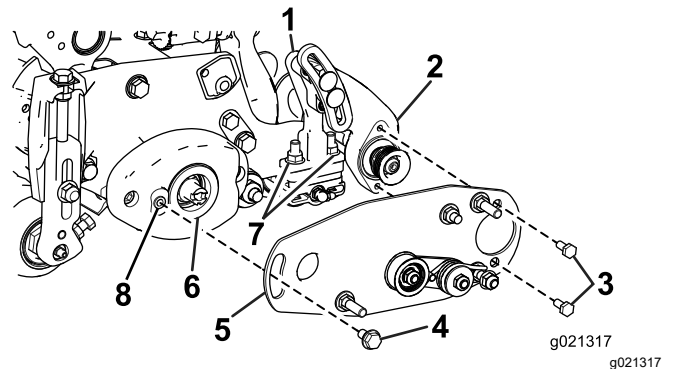

Figura 9
- Utilice una terraja de 5/16–18 para retirar la pintura de las roscas antes de instalar el perno de cuello largo (Figura 9).
- Aplice una película de grasa al interior del anillo de goma del alojamiento del cojinete (Figura 9).
soporte de montaje del cepillo de rodillo (Figura 9).
5. Asegúrese de que la placa de pivote del cepillo de rodillo está configurada de modo que el conjunto de polea tensada esté instalada en la parte inferior, según se muestra en la Figura 9.
6. Alinee la placa de pivote del cepillo de rodillo con el alojamiento del cojinete del cepillo de rodillo (Figura 9).
7. Aplique Loctite 242 (azul) en los 2 pernos (5/16" x 5/8") y utilícelos para montar la placa del cepillo en el alojamiento del cojinete del cepillo de rodillo (Figura 9). Apriete los pernos a 20–25 N·m.
- A. Afloje las 2 contratuercas con arandela prensada que sujetan el soporte de montaje del cepillo de rodillo a la chapa lateral de la unidad de corte (Figura 9).
- B. Gire el alojamiento del cojinete del cepillo de rodillo hasta que quede paralelo a la chapa lateral de la unidad de corte (Figura 9).
- C. Apriete las 2 contratuercas con arandela prensada que sujetan el soporte de montaje del cepillo de rodillo a la chapa lateral de la unidad de corte (Figura 9).
4. Aplique Loctite 242 (azul) al perno de cuello largo (Figura 9).
5. Sujete la placa del cepillo al alojamiento del cepillo de rodillo con el perno de cuello largo (Figura 9).